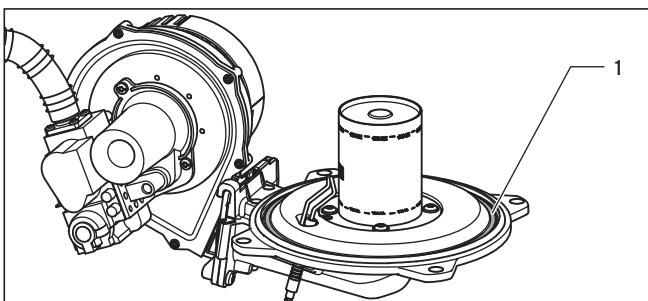

Fig. 8.6 Remplacement du joint de la porte du brûleur
- Remplacez le joint et les écrous autofréinés (1, Fig. 8.6) sur le module du brûleur (Réf.: 0020025929) après chaque dépose du module (par exemple lors de travaux d'entretien et de service).